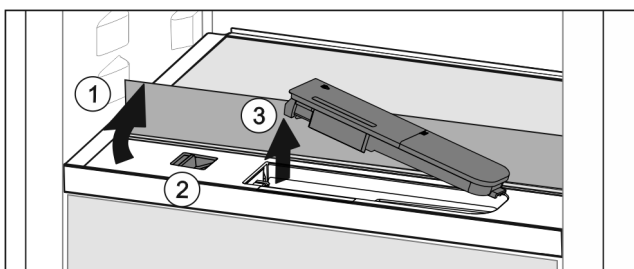

Fig. 74
- ▶ Повдигнете стъклената плоча и я завъртете до ограничителя назад Fig. 74 (1).
- ▶ Преместете плъзгача Fig. 74 (2) наляво.
- ▶ Извадете резервоара за вода Fig. 74 (3).